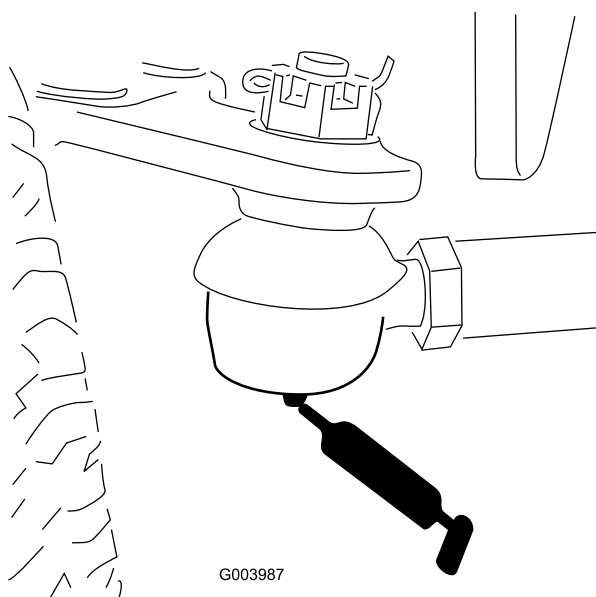

Figura 49
- Barra de ligação do eixo traseiro (2) (Figura 49)